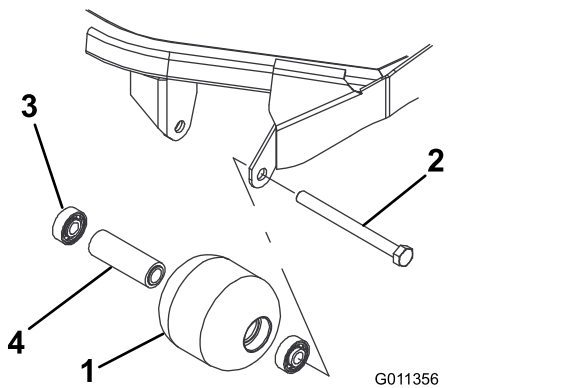

图 87
1. 卸下滚筒安装螺栓图 87。
4. 检查滚筒壳体、轴承以及轴承隔片是否受损图 87。更换并组装任何受损的组件。
1. 将第一个轴承按入滚筒壳体图 87。仅按住外座圈或同时按住内、外座圈。
2. 插入隔片图 87。
3. 将第二个轴承按入滚筒壳体图 87。同时按住内、外座圈直至内座圈接触到隔片。